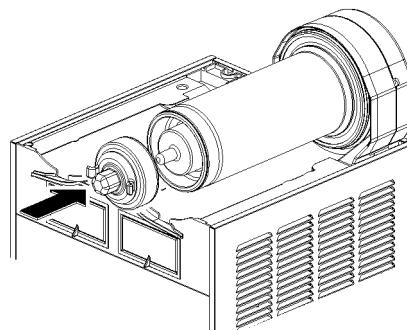

figura 14
- Inserire il rotore magnetico esterno nell'evaporatore accompagnandolo fino in fondo. (vedere figura 14).